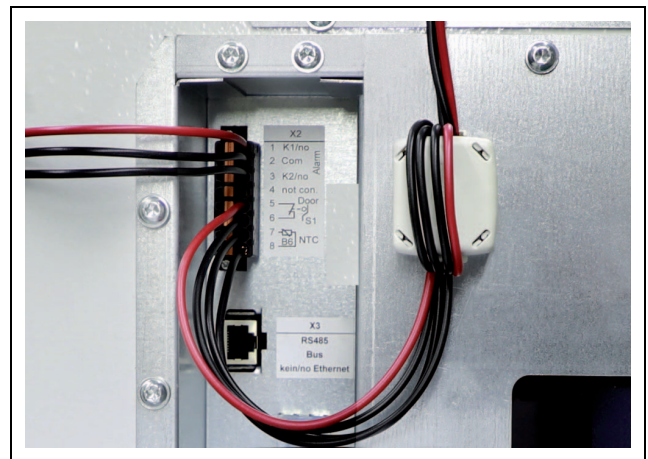

Abb. 32: Montagepunkt des Ferritkerns bei SK 3485330
- Bringen Sie an den Signalkabeln nahe dem Anschlussstecker den Ferritkern (1 x bei SK 3485330 gemäß Abb. 32 und 2 x bei SK 3486330, SK 3487330, SK 3488340, SK 3489340 gemäß Abb. 33) aus dem Lieferumfang an, um Störungen in der Signalübertragung zu verhindern. Die Kabel müssen in einer Schleife um den Ferritkern gelegt werden.